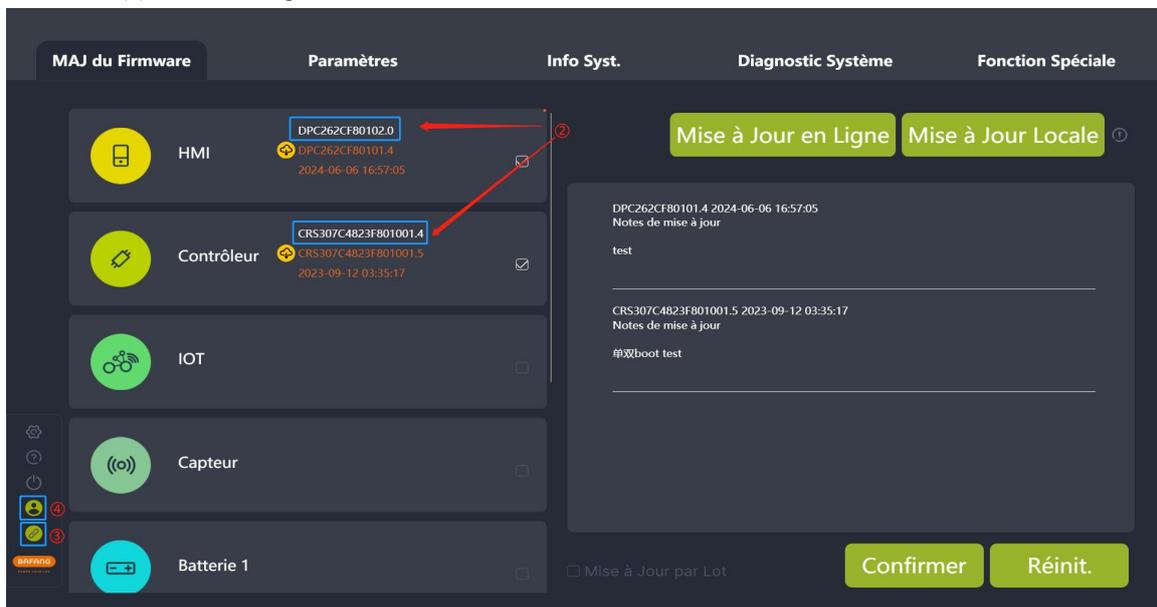

Fig. 3-2 Inspection des composants
- (2) Lisez les informations sur les composants connectés en même temps, et les informations apparaîtront (Fig.3-2).